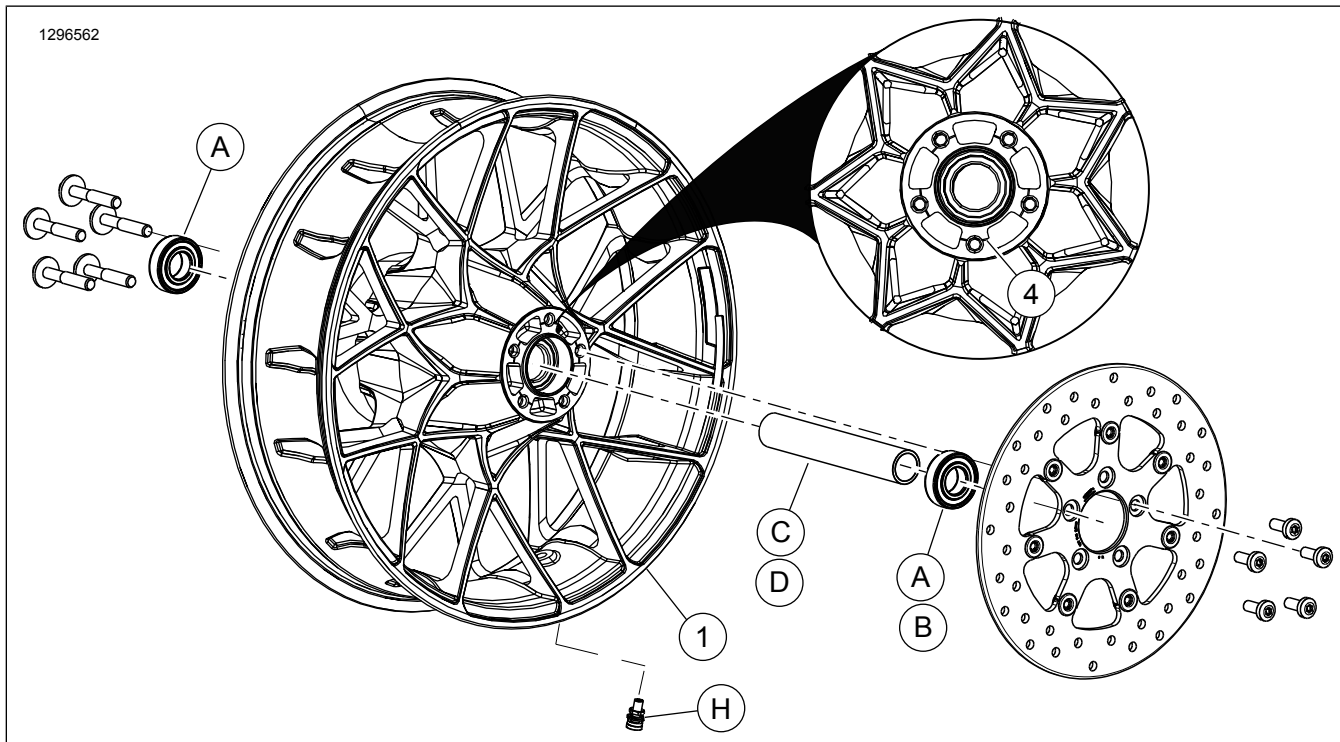

Figura 1. Piezas de servicio: Rueda de turbina trasera
Estos kits incluyen solo rueda personalizada. Consulte Figura 1 y Tabla 2.
2. Vea Figura 1. Instale el conjunto del vástago de la válvula (H) en la rueda. Vea el manual de servicio.